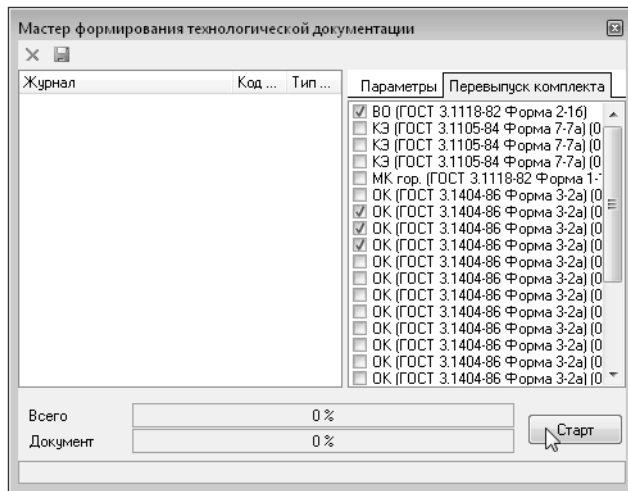

Рис. 10.7.
15. Перейдите на вкладку **Комплект карт** и нажмите кнопку **Формировать....** В открывшемся окне **Мастера формирования технологической документации** установите галочки напротив документов, требующих перевыпуска. В нашем случае это *ОК (ГОСТ 3.1404-86 форма 3-2а)* для операций 010, 015 и 020 (рис. 10.7) и нажмите кнопку **Старт**.